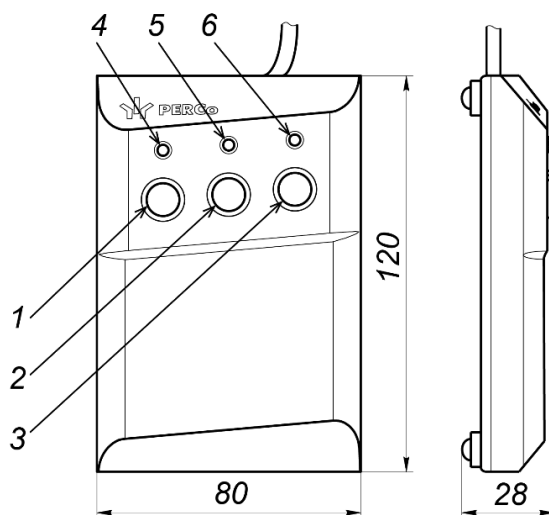

**Рисунок 6. Снятие крышки сканера**
Производитель поставляет изделие со сканерами, настроенными по умолчанию для работы в составе ЭП (установлены режимы «Автоматическое сканирование», «Режим эмуляции клавиатуры», «Подсветка вкл.»). Порядок дополнительной настройки сканеров описан в их эксплуатационной документации. Обращаем внимание, что после сброса сканера к заводским установкам у него устанавливается режим «Сканирование по нажатию курка». Для доступа к курку (находится на верхней поверхности сканера) необходимо будет открутить два винта и снять верхнюю металлическую крышку сканера, см. рис. 6.
ПДУ (14) выполнен в виде небольшого настольного прибора в корпусе из ударопрочного АБС пластика и предназначен для задания и индикации режимов работы при ручном управлении ЭП. Внешний вид и габаритные размеры ПДУ показаны на рис. 6.